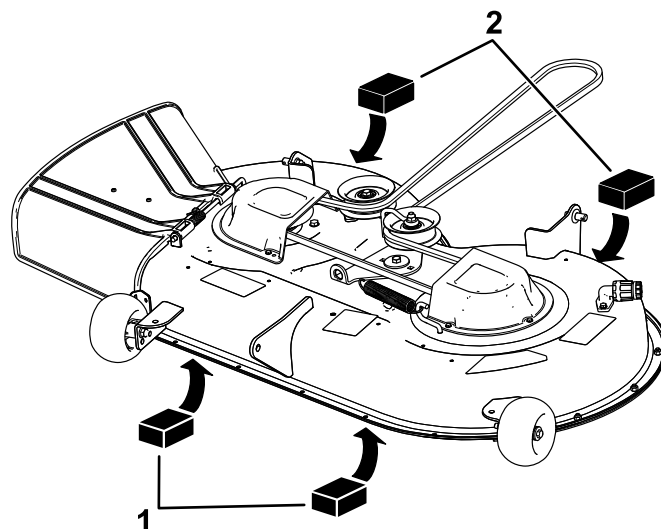

Figure 62
4. Placez deux cales de 6,6 cm (2⁵/₈ po) d'épaisseur chacune sous chaque côté du bord avant du tablier de coupe, mais pas sous les supports des galets anti-scalp (Figure 62).
5. Placez deux cales de 7,3 cm (2⁷/₈ po) d'épaisseur chacune sous le bord arrière de la jupe du tablier de coupe, une de chaque côté (Figure 62).